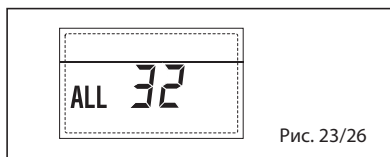

Рис. 23/26
– НЕПОЛАДКА СВЯЗИ ПЛАТЫ RS-485 В РЕЖИМЕ MODBUS “ТРЕВ. 33” (рис. 23/27)